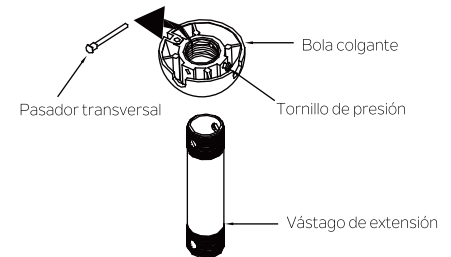

Fig. 6
**Paso 2.** Retire la bola colgante del ensamblaje del vástago de extensión aflojando los tornillos de presión, retirando el pasador transversal y deslizando la bola del vástago. (Fig. 6)